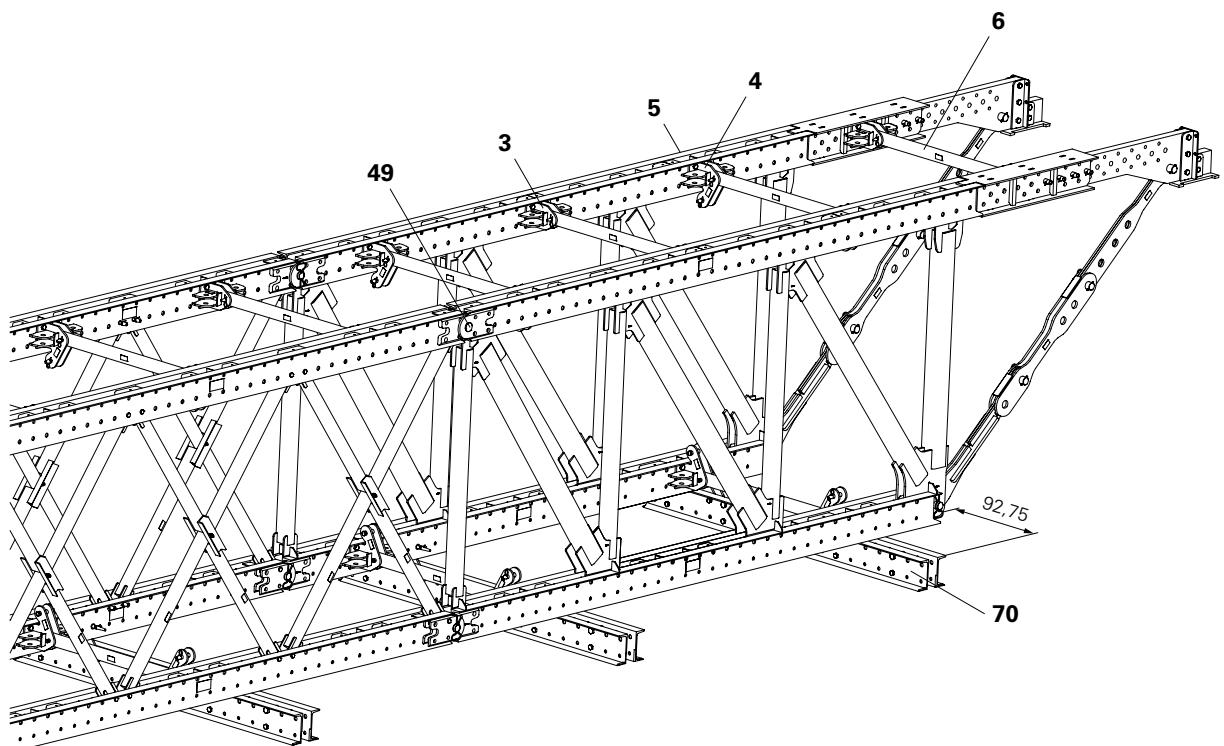

Fig. E2.04
- Disporre le guide di ripresa (70) nell'area di smontaggio. Assicurarsi che sotto a ogni elemento di telaio sia inserita almeno una guida di ripresa. (Fig. E2.04)
- Montare il connettore a croce (71) alla distanza di 92,75 cm dal bordo della guida di ripresa.
- Alla distanza delle aste di impalcatura (6), montare altri connettori a croce sulle guide di ripresa.